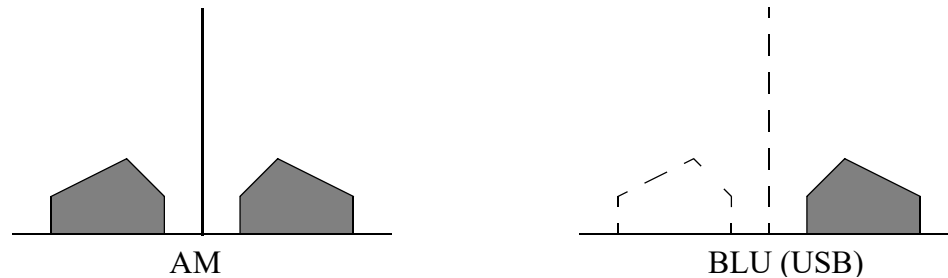

Figure 6.12 Spectre d'émissions en AM et USB modulés par un signal audio.
- 6.12 *** Le spectre d'une émission SSB (BLU) est réduit à la largeur de la bande audio. En effet, en AM la largeur de bande comprend les deux bandes latérales comme à la **Figure 6.12** (gauche) alors que pour la BLU (J3E) seule l'une des bandes latérales est conservée (ici USB – Figure de droite).
- 6.13 *** Le processus de modulation AM va créer 2 bandes latérales (voir **Figure 6.12**) contenant chacune les fréquences de 300 Hz à 3 kHz. La largeur totale étant dans ce cas :